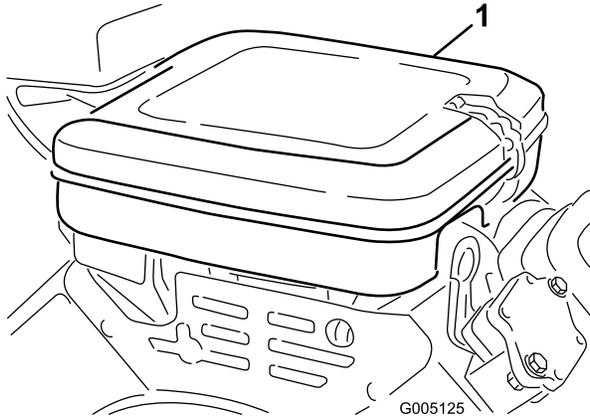

図 44
1. ロック用クリップを取り、エアクリーナカバー（図 44）を外す。カバーを丁寧に清掃する。